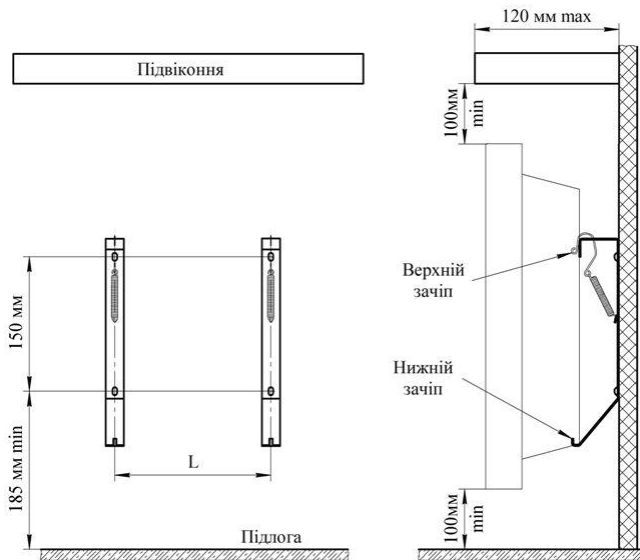

Рис. 1
- Поєднайте прямокутні отвори на задній стінці конвектора з верхніми зачепами (рис. 1) кронштейнів і надягніть конвектор на зачепи.
Включати та експлуатувати конвектор дозволяється тільки в положенні, вказаному на рис.1 (повітрязабірною решіткою вниз). При першому включенні конвектора можливий запах від випаровування консерваційних матеріалів. Рекомендують перевірити приміщення.